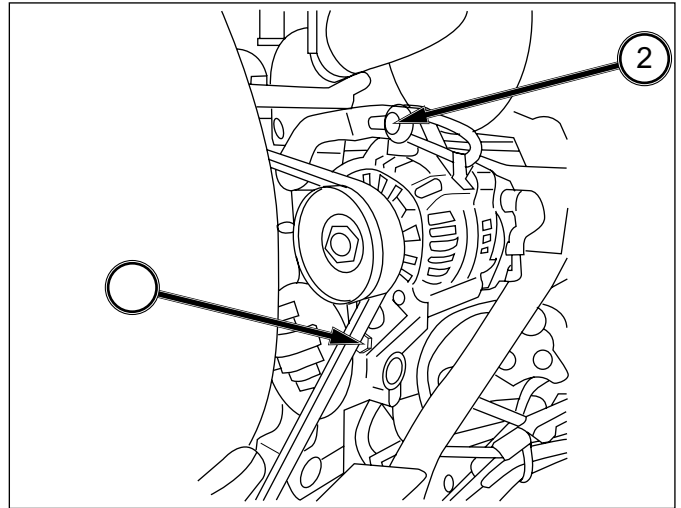

FIG. 6-25
FIG. 6-25: Pour régler la tension de la courroie, desserrez le boulon pivot de l'alternateur et l'écrou (1) et le boulon de la patte de tension (2). Tirez sur le haut de l'alternateur pour tendre correctement la courroie et serrez d'abord le boulon (2) et puis le boulon pivot (1).